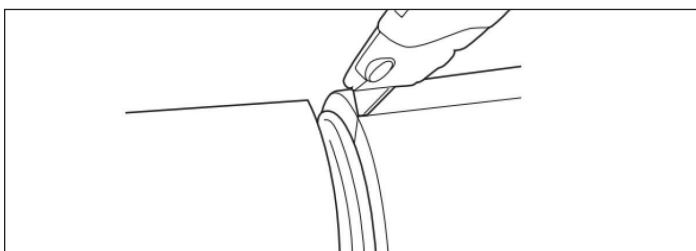

Figure 1-4
7. Coupez soigneusement la gaine dans le sens de la longueur avec un couteau universel bien tranchant pour faciliter le retrait. Ne rayez pas le tube du TracPipe System (figure 1-4).